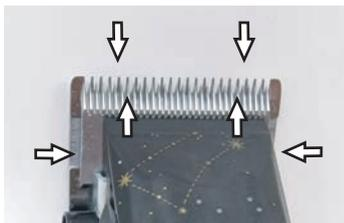

Fig. 7
Une fine couche d'huile entre la lame supérieure et inférieure est indispensable pour obtenir un bon résultat de coupe des cheveux et pour augmenter la longévité de la tondeuse et de la lame de coupe (Fig. 7).
- ▶ Lubrifiez les lames de coupe suffisamment durant la coupe des cheveux (au moins toutes 15 minutes), afin d'éviter qu'elles sèchent (Fig. 7).